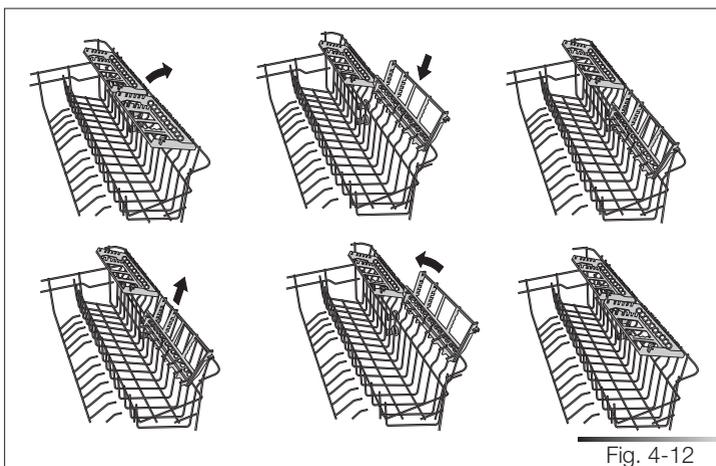

Fig. 4-12
4.4.3 Panier supérieur (voir fig. 4-12, 4-13)
Le panier est muni, sur le côté droit, de deux étagères à couverts à soulever ou abaisser selon le besoin, comme reporté sur la figure 4-12. Sur le côté gauche, le panier est muni de deux étagères à verres qui peuvent, elles aussi, être soulevées ou baissées selon le besoin (voir fig. 4.13).